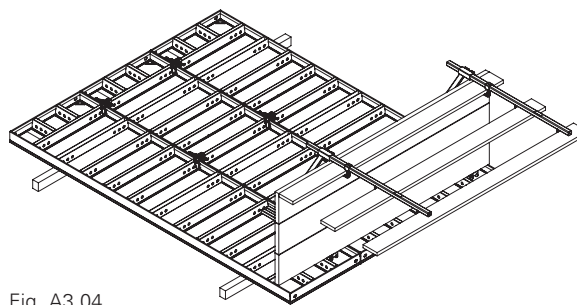

Fig. A3.04
2. Colocar la plataforma y las tablas de protección. (Fig. A3.04)